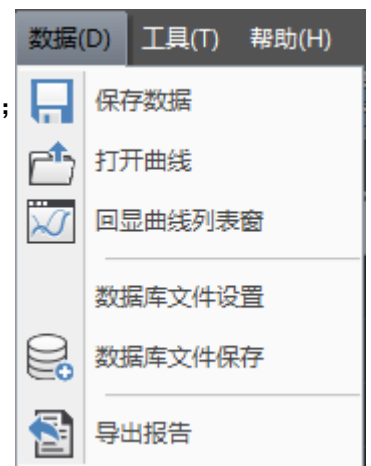

图 3.9 数据菜单
3.2.6 数据 (D)
“数据 (D)”下拉菜单，如图 3.9。